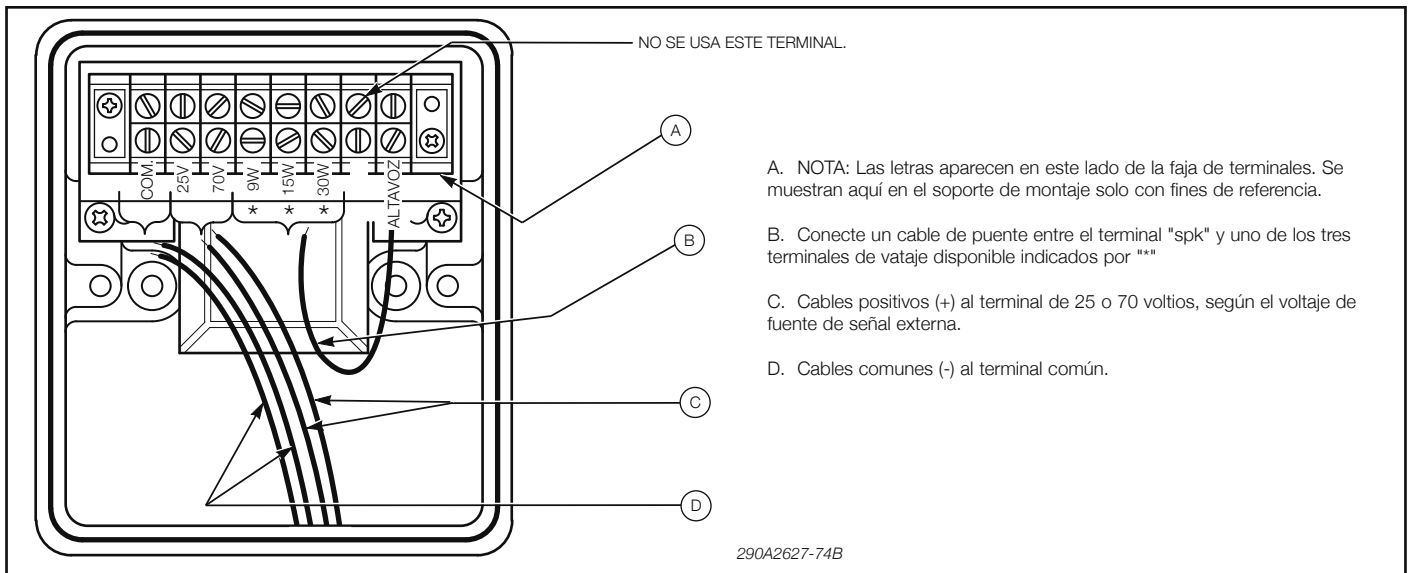

Figura 3. Configuración de cableado interno de terminales múltiples.
3. Cree un puente de 10,1 cm (4 in) de largo usando un cable de 14-22 AWG. Conecte un extremo del cable de puente al terminal marcado con el voltaje deseado (vea la figura 3). Conecte el otro extremo al terminal marcado "SPK".
Solo tres (3) de los cinco (5) terminales de vataje marcados en el bloque terminal son para usar con el AM302 y el AM302GCX. Para un funcionamiento correcto, el cable del altavoz debe conectarse a uno (1) de estos terminales como se indica en la figura 3. No se usan los otros dos (2) terminales de vataje.
- A. Una vez que se haya completado la instalación, asegúrese de probar el sistema para verificar que cada altavoz opere satisfactoriamente. Si se determina que el sonido de la unidad está demasiado alto para su ubicación, debe seleccionarse un terminal de vataje menor. Retire con cuidado la cubierta de la carcasa y mueva el cable amarillo interno del altavoz a un terminal de vataje menor (vea la Figura 3). Vuelva a colocar la cubierta de la carcasa y vuelva a probar.